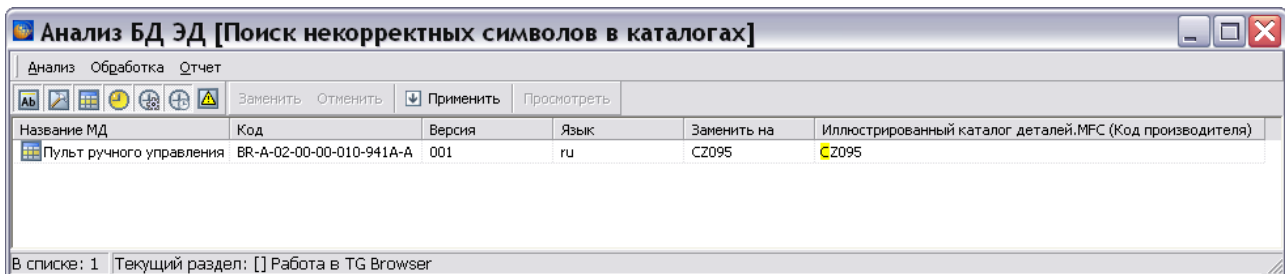

Рис. 21.190
6. После ввода параметров поиска нажмите на кнопку **Применить**. В окне **Анализ БД ЭД** появятся результаты анализа (Рис. 21.190).